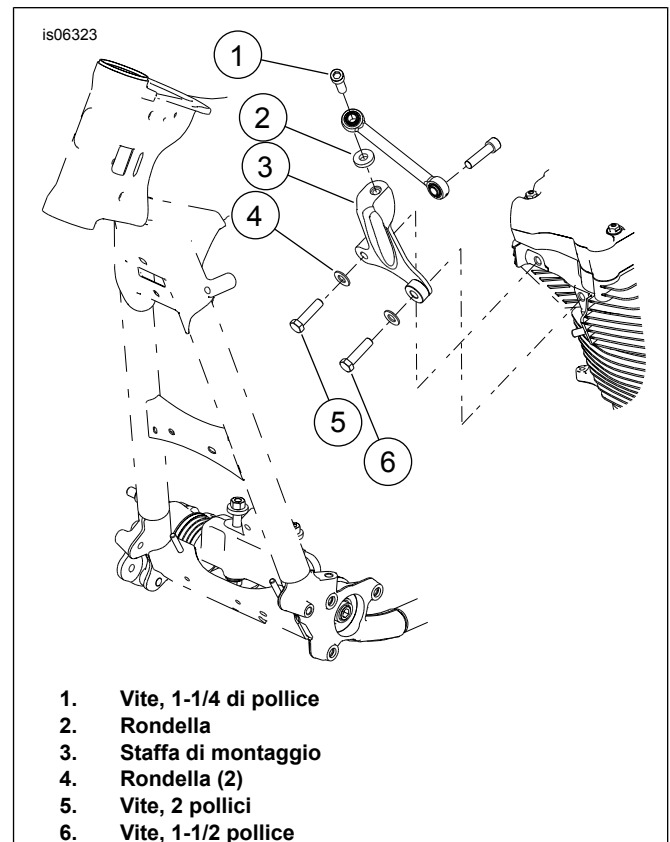

Figura 2. Rimuovere la staffa anteriore attacco del motore
1. Vedere Figura 2. Rimuovere la vite destra (1) e la rondella (2) dall'articolazione anteriore dello stabilizzatore. Conservare la vite e la rondella per usarle nuovamente.
2. Stando in piedi sul lato sinistro della motocicletta, rimuovere le due viti a testa esagonale (5 e 6) e le rondelle piatte (4) per liberare la staffa superiore dell'attacco del motore (3) dalla testata del cilindro anteriore
3. Applicare qualche goccia di Loctite 272 ai bulloni nuovi del kit. Dal lato sinistro della motocicletta, utilizzare una barra di legno 50,8 x 101,6 mm (2 x 4 in) lunga 91,4 cm come leva. Inserire la parte piatta della barra tra il tubo discendente del telaio sinistro e il cilindro anteriore. Applicare una pressione sufficiente a spostare leggermente il motore verso destra e installare la vite lunga (5) e la rondella (4) nel lato inferiore destro della staffa. Rimuovere la barra 2 x 4 in e installare la rondella e la vite corta (6) sul lato sinistro. Serrare i bulloni ad una coppia di 40,6–47,4 N·m (30–35 ft-lbs).
4. Applicare qualche goccia di Loctite alla vite (1) e installare la vite e la rondella (2) sull'articolazione dello stabilizzatore e sulla staffa dell'attacco del motore e serrare a una coppia di 24,4–29,8 N·m (18–22 ft-lbs).